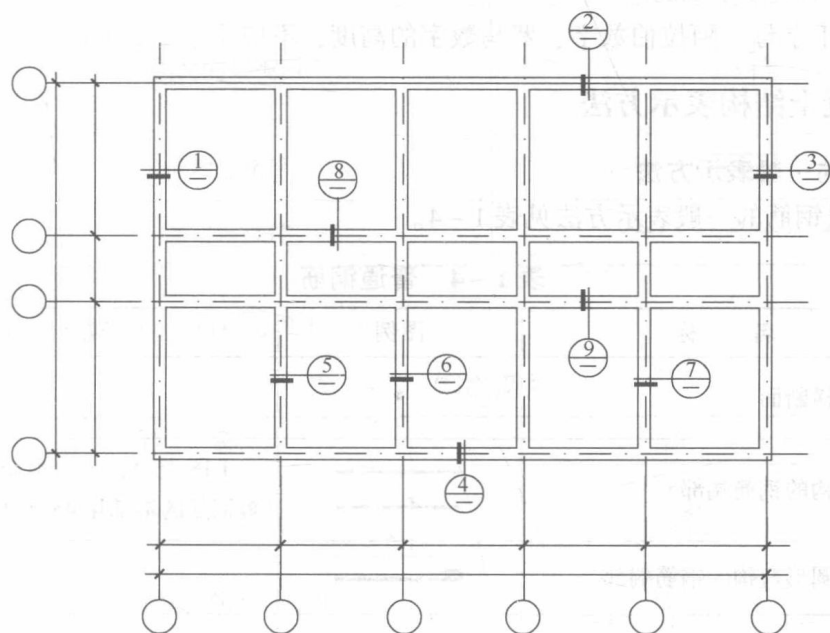

图 1-4 结构平面图中索引剖视详图、断面详图编号顺序表示方法
(13) 在杆件布置和受力均对称的桁架单线图中, 若需要时可在桁架的左半部分标注杆件的几何轴线尺寸, 右半部分标注杆件的内力值和反力值; 非对称的桁架单线图, 可在上方标注杆件的几何轴线尺寸, 下方标注杆件的内力值和反力值。竖杆的几何轴线尺寸可标注在左侧, 内力值标注在右侧。
(14) 在结构平面图中索引的剖视详图、断面详图应采用索引符号表示, 其编号顺序宜按图 1-4 的规定进行编排, 并符合下列规定: